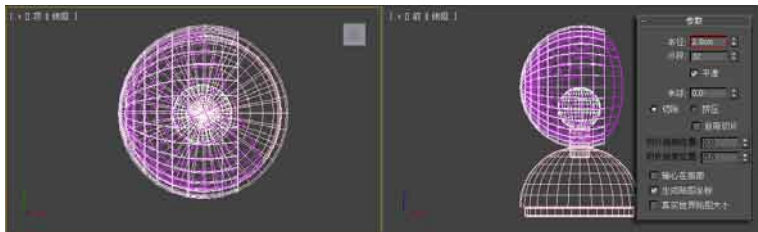

图3.29 创建球体
- 21 在创建命令面板中返回标准基本体创建命令面板，单击 **球体** 按钮，在顶视图中创建一个球体，命名为“灯泡”，设置其“半径”为2cm，如图3.29所示。